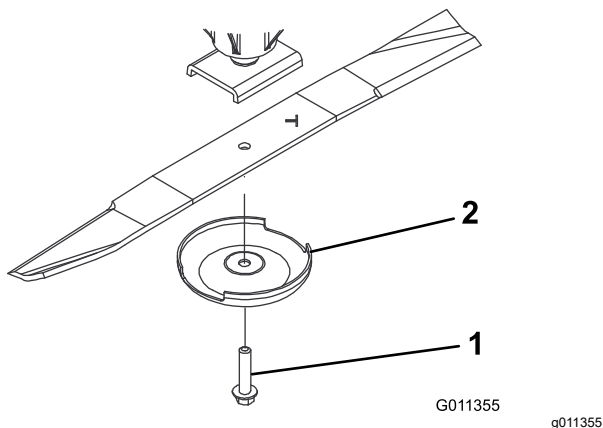

Figura 87
3. Retire del eje de la cuchilla el perno de la cuchilla, el protector de césped y la cuchilla (Figura 87).